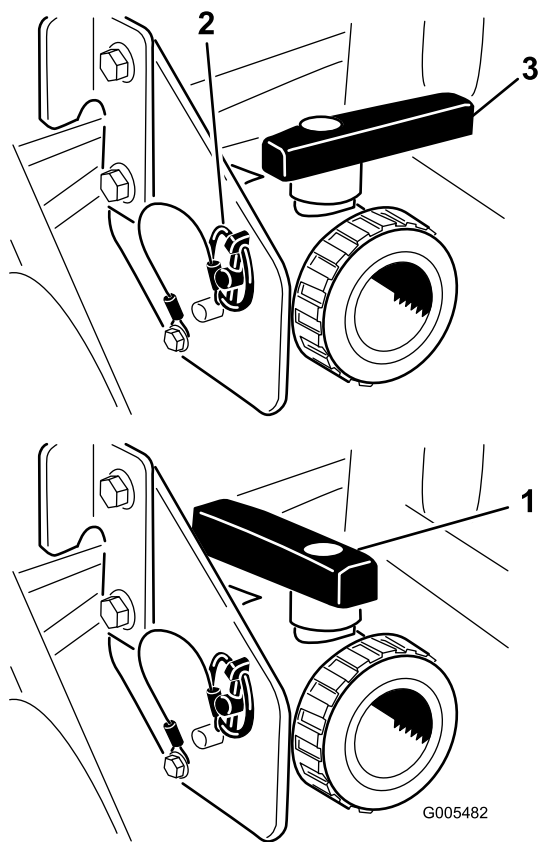

Figura 27
Utilice la manija de vaciado del depósito para vaciar el depósito cualquier material no utilizado, y elimine dicho material de acuerdo con la normativa local y las indicaciones del fabricante del mismo (Figura 27). Tras el vaciado, retire los pasadores de seguridad del soporte que fija la válvula de vaciado a la máquina y deje la válvula en el suelo. Así conseguirá vaciar todos los residuos existentes en la línea.
3. Cuando el depósito se haya vaciado completamente, instale la válvula en el bastidor montando el pasador de seguridad previamente retirado y cierre la válvula de vaciado (Figura 27).